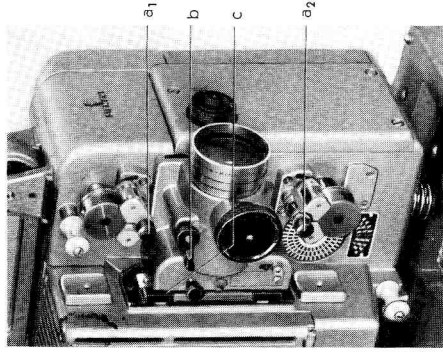

Bild 12
1. Andruckrollenhalter durch Druck auf Auslöseknöpfe a_1 und a_2 (Bild 12) öffnen. Rändelknopf der Blendenachse so lange drehen, bis Markierungsstrich der Dreiflügelblende nach oben zeigt. (Siehe m im Bild 24.)